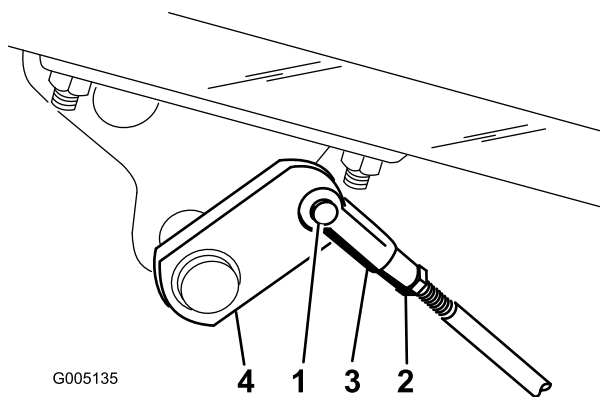

Bild 49
- A. Entfernen Sie den Splint und Lastösenbolzen, um die Bremsstangen abzuschließen (Bild 49).
- B. Lockern Sie die Klemmmutter und stellen den Lastösenbolzen entsprechend ein (Bild 49).
- C. Bringen Sie den Lastösenbolzen am Bremsbügel an (Bild 49).